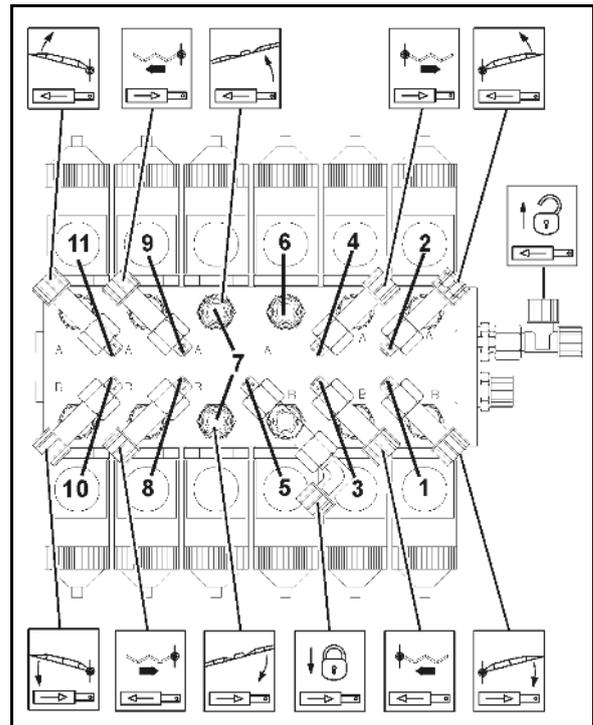

Fig. 196
1. Haube (Fig. 196/1) vom Kabinendach abschrauben.